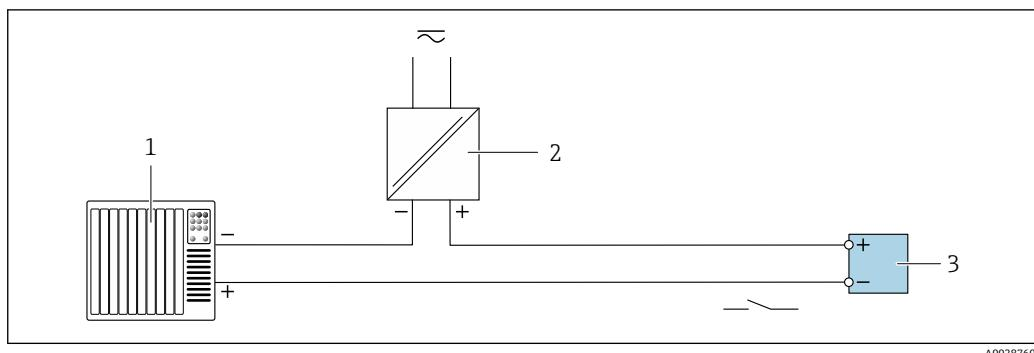

图 16 接线实例：开关量输出（无源信号）
- 2 模拟显示单元: 注意最大负载→ 图 16
- 3 模拟显示单元: 注意最大负载→ 图 16